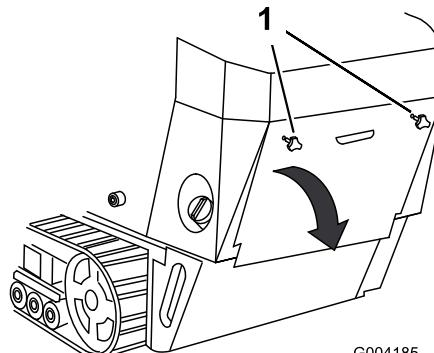

Рисунок 25
1. Выверните 2 маховичка, которые крепят заднюю крышку доступа к машине (Рисунок 25).
| 1. Маховички | 2. Для того чтобы получить доступ к внутренним компонентам, наклоните заднюю крышку доступа и снимите ее (Рисунок 25). |